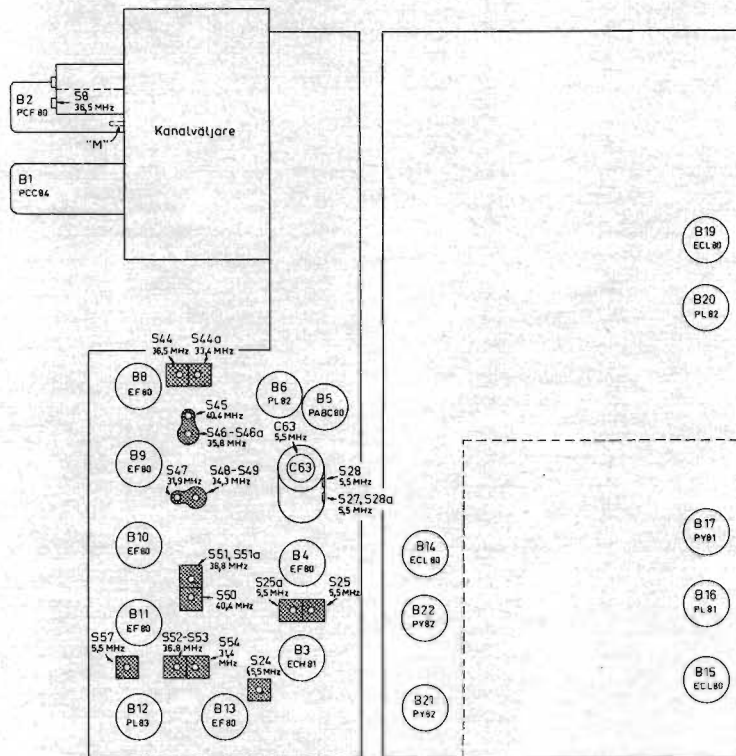

Fig. 1. Trimpunkter för TV-mottagaren.
- 4) Innata via en kondensator på 1500 pF en modulerad signal till punkt M på kanalväljaren (fig. 1).